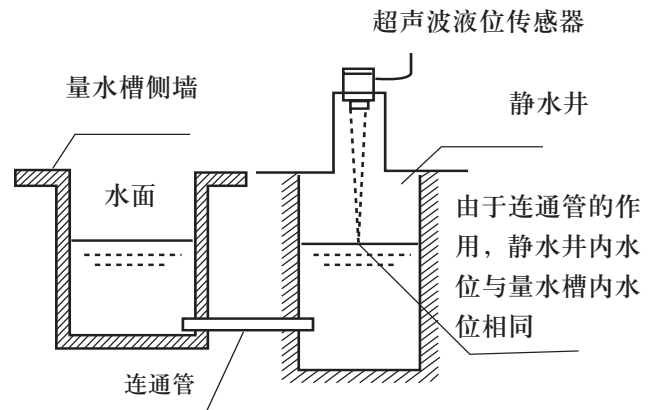

图3.2.3间接测量示意图
① 直接测量：超声液位传感器安装在渠道相应位置的正上方；浸入式投入到相应位置的渠底。
② 间接测量：间接测量需设静水井和导水管。当超声（或浸入）液位传感器测量点水面波动剧烈、影响水位测量时，或渠道过窄无法准确测量时，或需要提高水位测量精度时，可使用静水井。由于连通管的作用，静水井内的水位与量水槽内水位相同。静水井底要低于行进渠槽中的最低水位。建议静水井为方形，内尺寸以1米见方为好(见图3.2.3)。